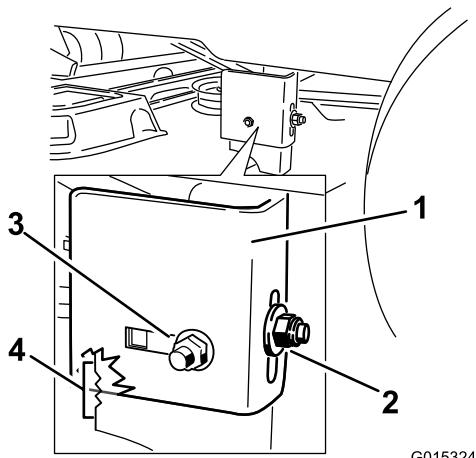
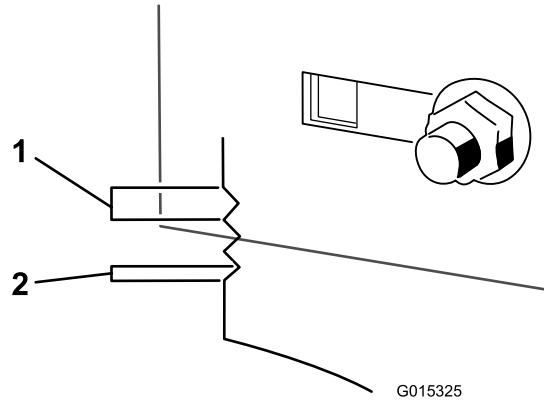

Figura 62
Figura 63
9. Allentate il dado di bloccaggio posteriore sul supporto di sospensione (Figura 62).
10. Allentate il dado di bloccaggio laterale sul supporto di sospensione appena a sufficienza per poter regolare la sospensione (Figura 62). Utilizzate le tacche sulla staffa saldata per prendere le misure delle regolazioni. La superficie di ciascuna tacca corrisponde a 6 mm, mentre un singolo lato corrisponde a 3,2 mm (Figura 63). Regolate l'altezza del piatto di taglio sul valore desiderato.
11. Fermate il piatto di taglio nella posizione regolata e serrate il dado di bloccaggio laterale sul supporto di sospensione per fissare la nuova posizione (Figura 62). Serrate il dado di bloccaggio posteriore sul supporto di sospensione.